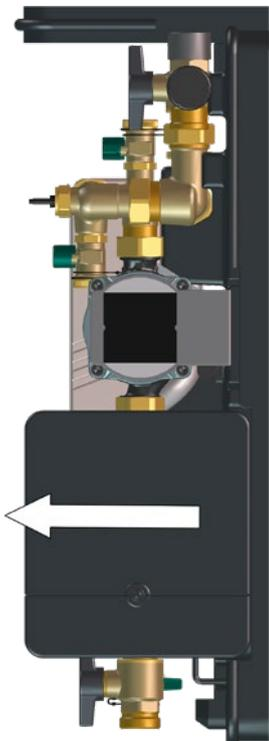

Fig. 20: Retrait du régulateur de la coque inférieure
- 1 Retirer avec précaution le régulateur de la coque inférieure comme illustré sur la Fig. 20 en page 26.
- 11 Replacer le régulateur de la position de montage à la position de fonctionnement (voir Fig. 20 en page 26).